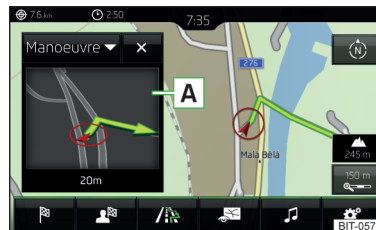

Fig. 226
El Infotainment ofrece la posibilidad de visualizar en la ventana adicional **Posición** » **fig. 226 de la pág. 189** las siguientes informaciones sobre la posición actual geográfica del vehículo, así como la señal del satélite.
- Para **selección del contenido** de la ventana adicional **A** » fig. 226, pulsar la superficie funcional y seleccionar uno de los siguientes menús dependiendo del contexto.